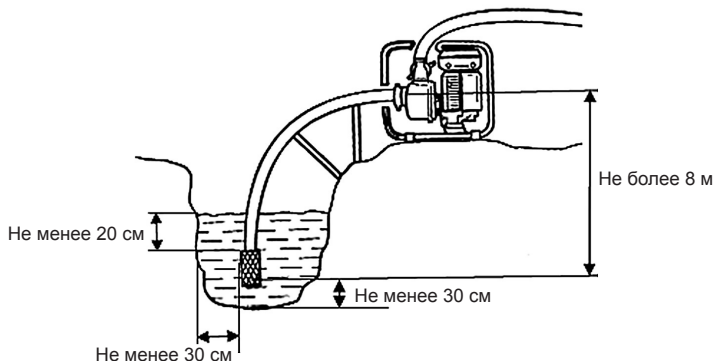

Рис.9 Расположение мотопомпы при эксплуатации
1. Установите мотопомпу вблизи водоема (емкости) на твердую ровную горизонтальную поверхность, опустите фильтр всасывающего рукава в водоем (емкость), обеспечив вертикальное положение фильтра. При установке фильтра соблюдайте все необходимые расстояния, как показано на Рис. 9.
Во время эксплуатации периодически проверяйте положение всасывающего рукава в точке забора и чистоту его сетки. Для надежной работы всасывающей магистрали рекомендуется утяжелить конец всасывающего рукава в районе фильтра дополнительным грузом и в процессе работы (особенно при запуске помпы) периодически проверять, чтобы всасывающий рукав с фильтром находился в вертикальном положении (Рис.9).